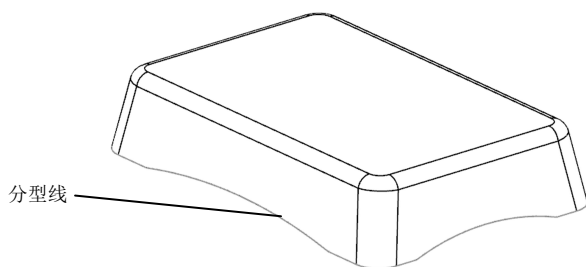

图 5-4 创建区域及分型线
(10) 单击“定义区域”按钮，在【定义区域】对话框中勾选“☒创建区域”、“☒创建分型线”复选框。
(11) 单击“确定”按钮，创建区域及分型线。分型线在零件的口部，呈灰白色，如图 5-4 所示。